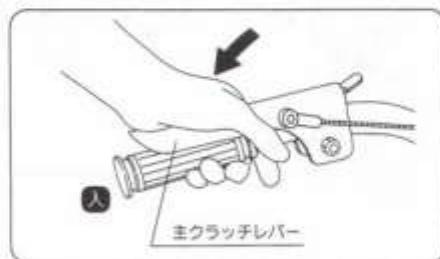

図16
- ②左手で主クラッチレバーをゆっくり握るとクラッチが入ります。(図16)